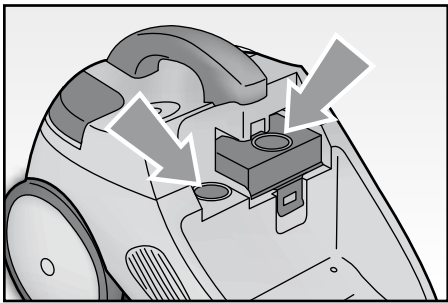
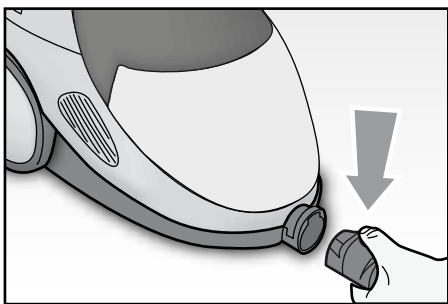

Fig. 5
Fig. 6
- Установить водный фильтр (B) в ёмкость (C) и поместить всё вместе внутрь корпуса пылесоса (E). Обратить внимание на то, чтобы задние трубки водного фильтра встали в отверстия корпуса прибора и воздушного фильтра мотора (Рис.5).
- Поместить крышку (A) на своё место и слегка нажать до щелчка.
- Вставить гибкий шланг (M) в соответствующее отверстие (F) и заблокировать его лёгким нажатием до щелчка.
Аналогично, для того, чтобы снять шланг (M), необходимо нажать на кнопку для разблокировки (Q) и одновременно вынуть его наружу (Рис.6).